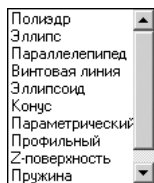

Рис. 2.95. Раскрывающийся список **ASC** в окне **Инспектор**
- щелкните в окне **Инспектор** в раскрывающемся списке **ASC** по стрелке вниз . Появится нужный нам список, см. рис. 2.95;